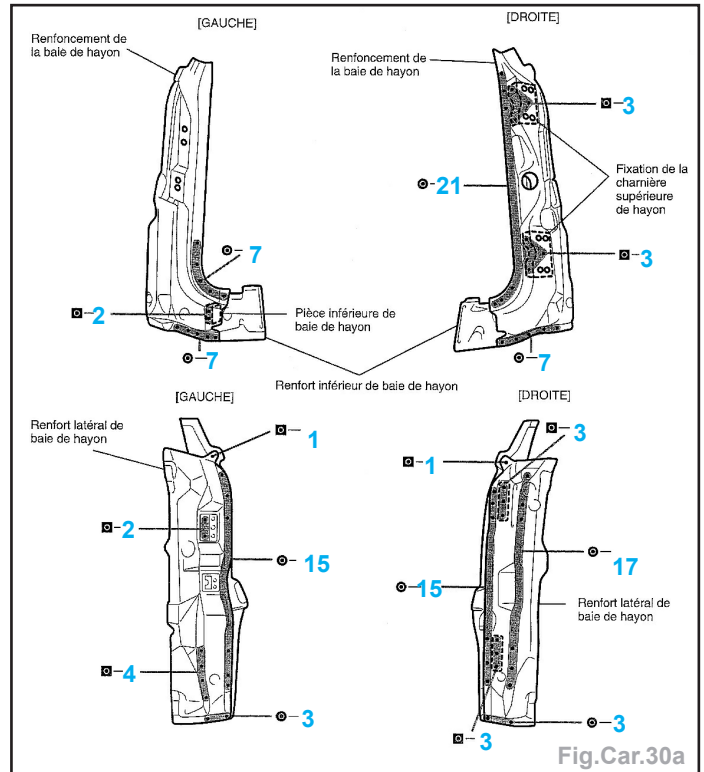

Fig.Car.30a
- à la pointeuse électrique (Fig.Car.30a),